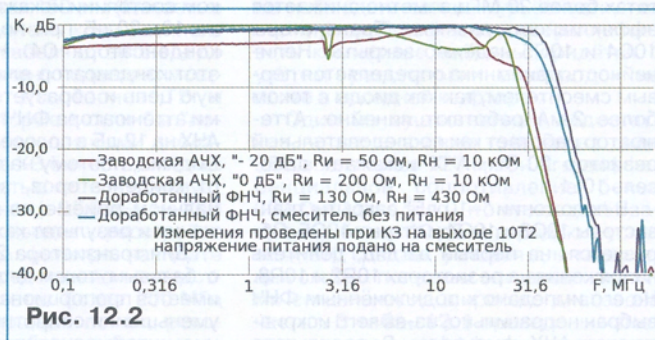

Рис. 12.2
24...26 МГц, и в 90-е годы прошлого века они часто так и выпускались. Но до сих пор фильтр и остался таким, его АЧХ показана на рис. 12.2 — зеленая и красная кривые.